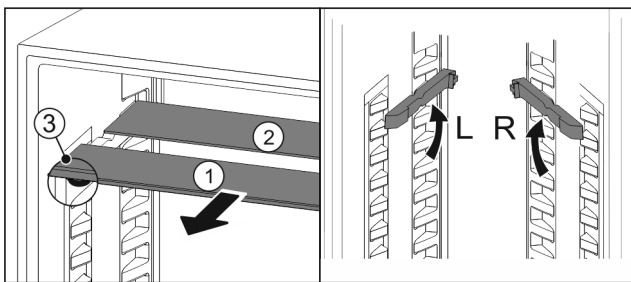

Fig. 121
- ▶ Sortir les tablettes par l'avant Fig. 121 (1).
- ▷ La tablette en verre Fig. 121 (1) avec bordure décorative est située à l'avant.
- ▷ Les butées Fig. 121 (3) sont orientées vers le bas.